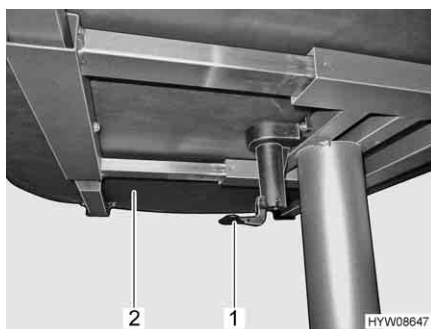

Fig. 63 Leva per spostare il piano del tavolo
- Tirare o spingere la leva (Fig. 63,1) verso il basso.
- Spingere il piano del tavolo (Fig. 63,2) nella posizione desiderata.